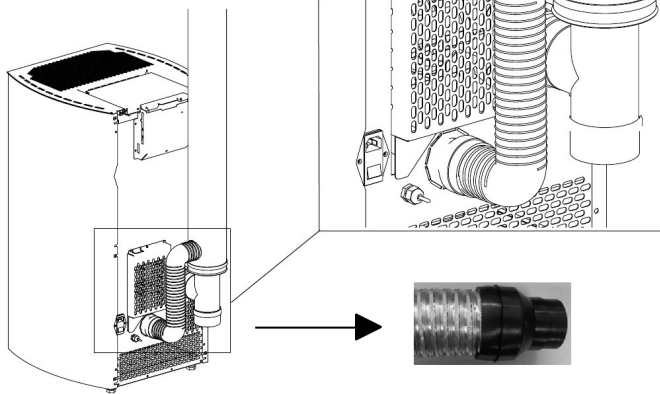
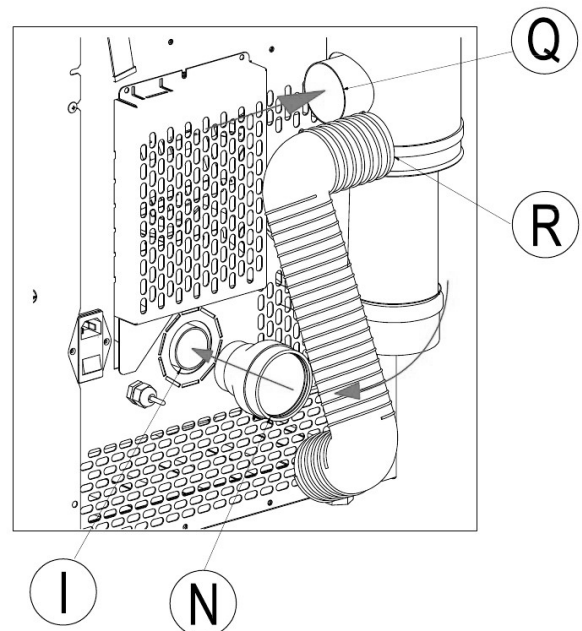

Fig. 16 - Tuyau flexible
Fig. 17 - Branchements
- En ce qui concerne les BRANCHEMENTS, voir **Fig. 16** et **Fig. 17** à la page suivante.
LÉGENDE Fig. 16 - Fig. 17